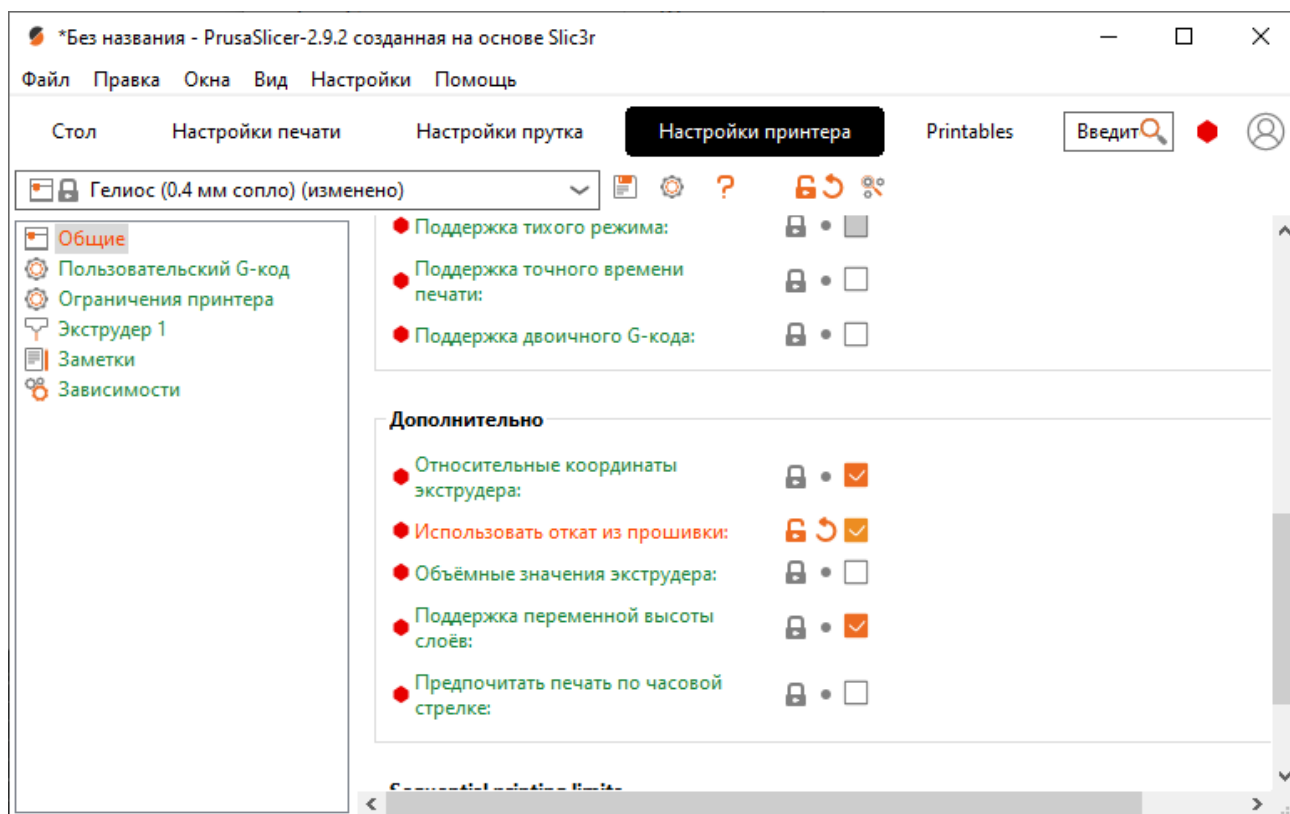

Рисунок 15 — раздел «Дополнительно» в PrusaSlicer
- в PrusaSlicer в окне «Настройки принтера» на вкладке «Общие» в разделе «Дополнительно» сделать активным пункт «Использовать откат из прошивки» (рисунок 15).